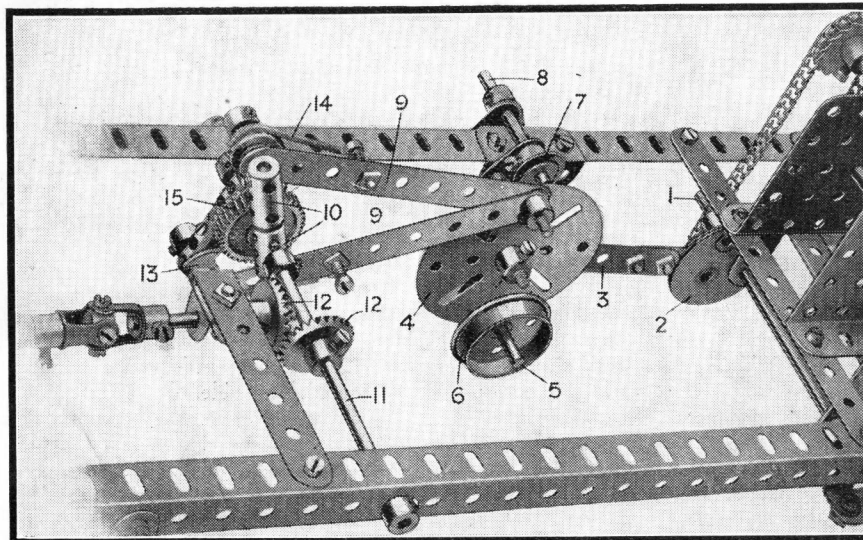

Fig. 6. Le Convertisseur en Meccano
La tringle (1) fig. 6 est manœuvrée par une chaîne Galle actionnée par le moteur électrique, installé sur le châssis. La tringle supporte un excentrique à trois rayons (2), qui est rattaché par une bande de 25 trous (3) au centre d'un plateau central (4). Une courte tringle (5) passe au travers d'un trou inférieur du plateau central et supporte deux roues de boudin (6) qui tiennent lieu de poids.